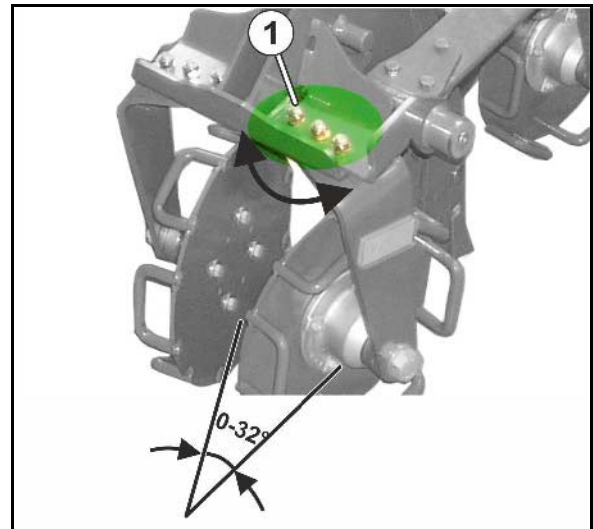

Рис. 91
- ширины захвата агрегат (Рис. 91/1)
- о мелкосемянных культур (Рис. 91/2) например рапс или
- о зерновых и бобовых (Рис. 91/3).